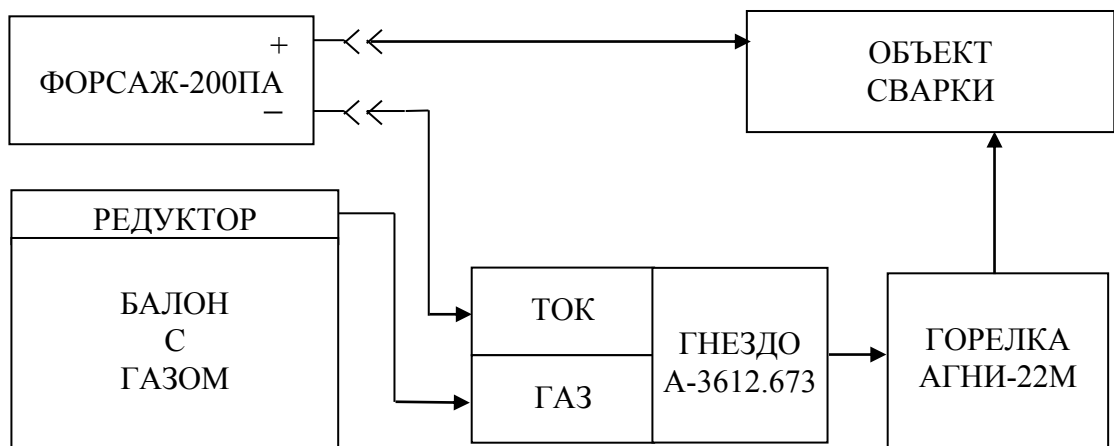

Рисунок 6.2
6.3.13 Для сварки аппаратом в ручном режиме неплавящимся вольфрамовым электродом в среде инертных газов рекомендуется следующие состав и схема рабочего места (рисунок 6.2):